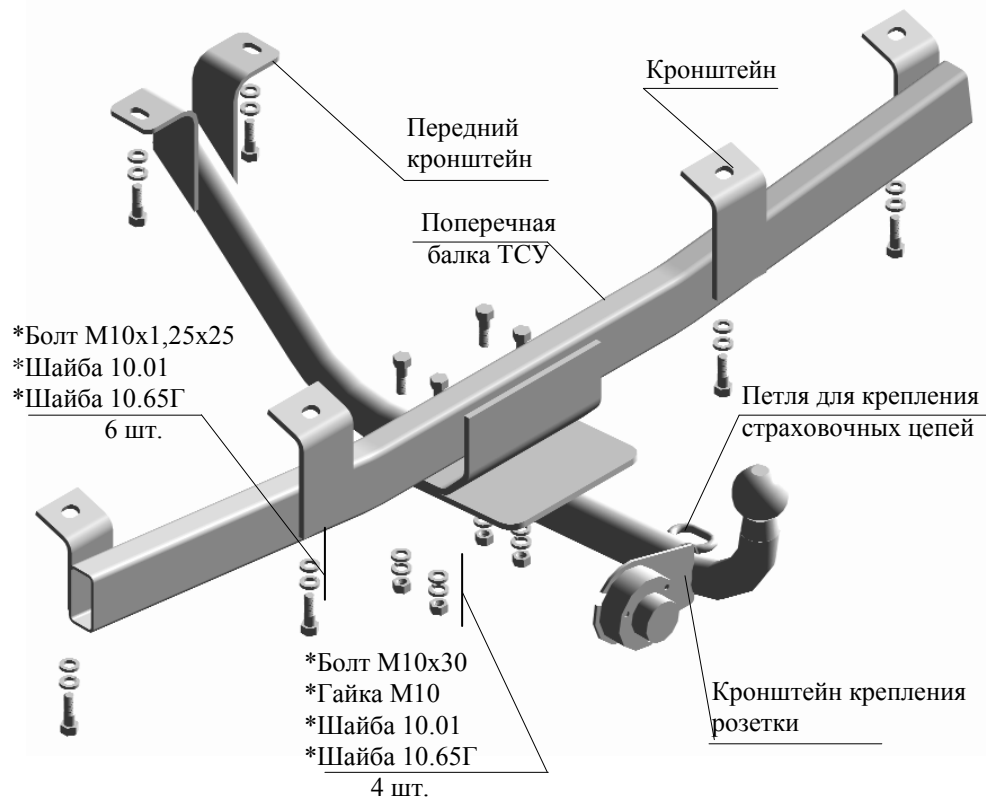

Рис.1 Тягово-сцепное устройство ТСУ 2123.Р
2.1 ТСУ 2123.P (2123.02.P) в сборе (рис.1)	1 шт.
2.2 Пакет с комплектующими (см. рис.1)	1 шт.
4.3 Соединить продольную и поперечную балки ТСУ, используя болты М10х30, расположив крепеж в соответствии с рис.1.